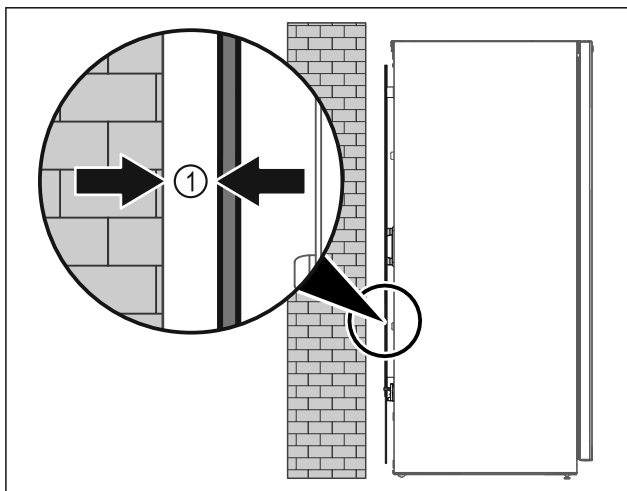

Fig. 8
► Állítsa fel a készüléket szabadon a helyiségben, vagy közvetlenül a fal mellé legalább 5 mm Fig. 8 (1) minimális távolságban.